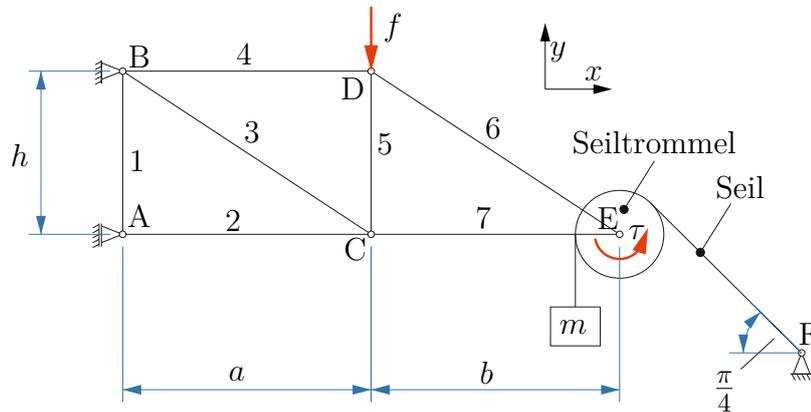

Abbildung 3: Fachwerk mit Seiltrommel.
3. In Abbildung 3 ist ein Fachwerk bestehend aus 7 Stäben mit einer Seiltrommel dargestellt. Das Fachwerk ist am Gleitlager A und am Festlager B befestigt. Die Stäbe 1 bis 7 sind als masselos anzunehmen. 8 P. |